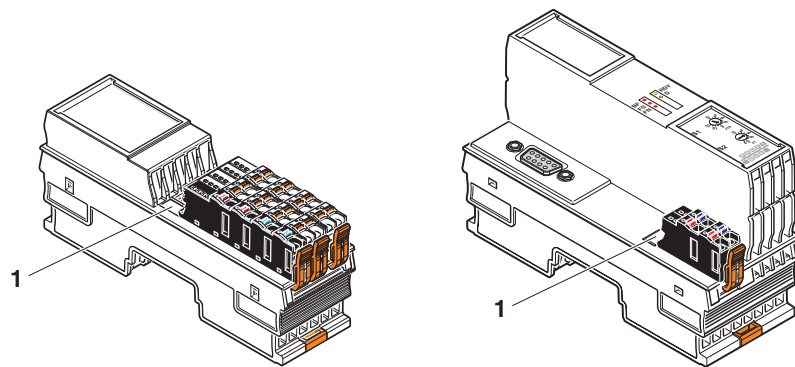

Abb. 5-23 Farbliche Funktionskennzeichnung der Module
**Funktionskennzeichnung** Die Funktion eines Moduls ist farbig kodiert (1 in Abb. 5-23).